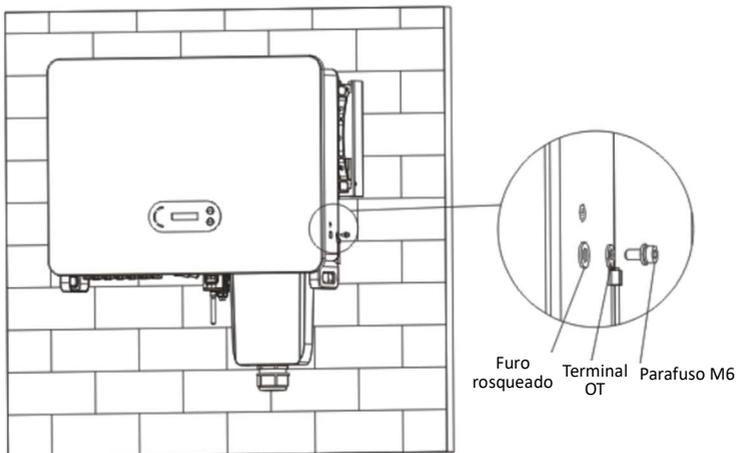

Figura 5-4 Diagrama de instruções para aterramento externo do inversor
Passo 2: Escolha o diâmetro de cabo apropriado conforme a tabela 5-1, processe o cabo conforme os requisitos dimensionais da próxima figura e passe pela conexão a prova d'água PG. O cabo PE é conectado ao ponto de aterramento do contêiner. Para PE externo, consulte a Figura 5-4 “Diagrama de instruções para aterramento externo do inversor”.